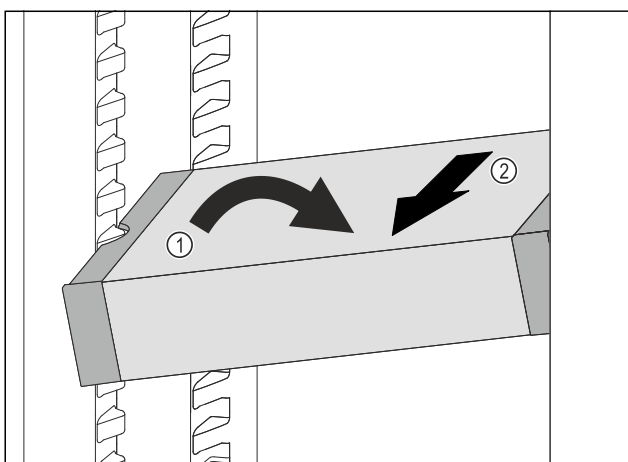

Fig. 124
- ▶ Встановити VarioSafe під кутом в охолоджувальному відділенні. Fig. 124 (1)
- ▶ Витягнути VarioSafe вперед. Fig. 124 (2)